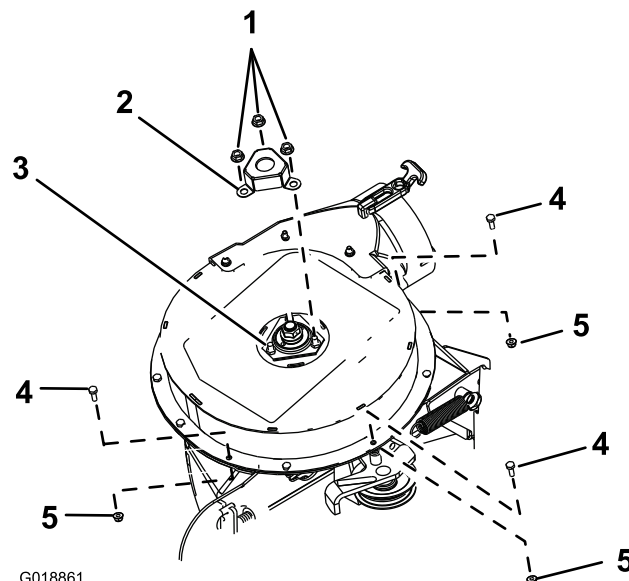

Bild 6
1. Entfernen Sie die gezackten Muttern, mit denen die Wellenabdeckung am Gebläse befestigt ist (Bild 6).
2. Nehmen Sie die Wellenabdeckung ab und werfen Sie sie weg (Bild 6).
3. Entfernen Sie die drei Sechskantschrauben (1/4" x 3/4") und drei Sicherungsmuttern (1/4") vom Gebläsegehäuse, wie in Bild 6 abgebildet.